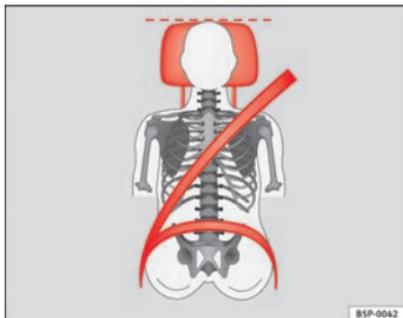
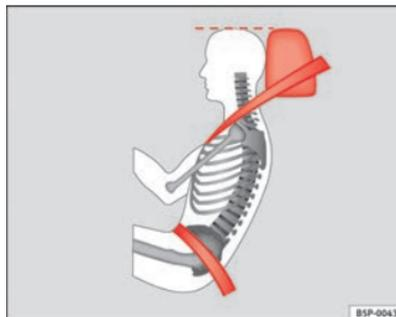

Fig. 90 Vista anteriore: poggiatesta e cinture di sicurezza posizionati correttamente
Fig. 91 Vista laterale: poggiatesta e cinture di sicurezza posizionati correttamente
- Regolare il poggiatesta portando il suo bordo superiore alla stessa altezza della parte superiore della testa, almeno all'altezza degli occhi ⇒ fig. 90 e ⇒ fig. 91.